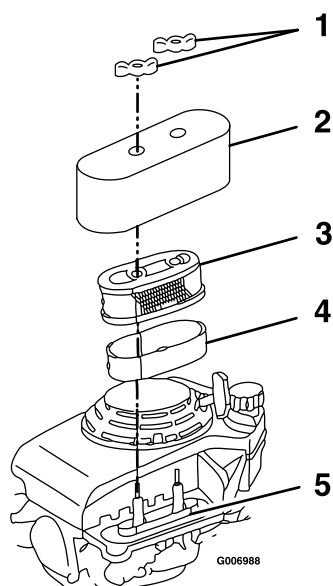

Figure 25
3. Retirez les deux écrous à oreilles de fixation du couvercle (Figure 25).